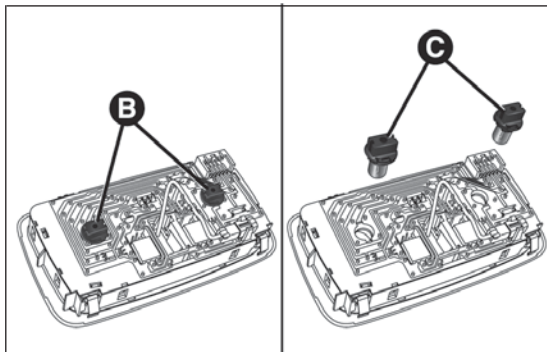

fig. 193
- ☐ aflojar los alojamientos B fig. 193 de las lámparas y extraerlas soltándolas hacia fuera y, a continuación, sustituir las lámparas C;